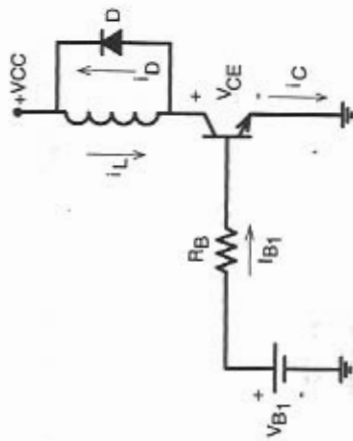

Fig. 5.6: Crescimento da corrente no transistor.
- 2ª etapa: crescimento da corrente i_C (Fig. 5.6).